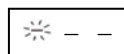
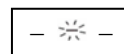

рис.1
рис.2
- * Установка пароля: В нормальном температурном режиме, нажмите кнопку "SET" и держите минимум 3 секунды. Позиция на (рис. 1) вспыхнет, нажимая "^" или "v" введите первый пароль (0-9), затем нажмите кнопку "☼" для подтверждения. В это же время дисплей покажет как на рис.2, тогда введите аналогичным образом и подтвердите вторую и третью цифру пароля. После этого дисплей покажет F01 в случае, если пароль правильный. Если вы ввели ошибочный пароль, то все автоматически возвратится к (рис.1) для входа снова. Если ошибочный пароль вводится в течение трех раз, или нет никаких операции в течении 30 секунд, то контроллер автоматически возвратится к нормальному температурному режиму. Войдя в меню пароля P01-P03, можно установить пароль по вышеуказанным действиям.